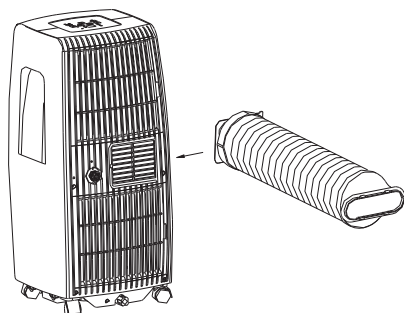

Imagen 18
2. Introduzca el enganche del tubo de descarga de aire en el orificio de salida del aire y gírela siguiendo la dirección de la flecha para su colocación (imagen 18).